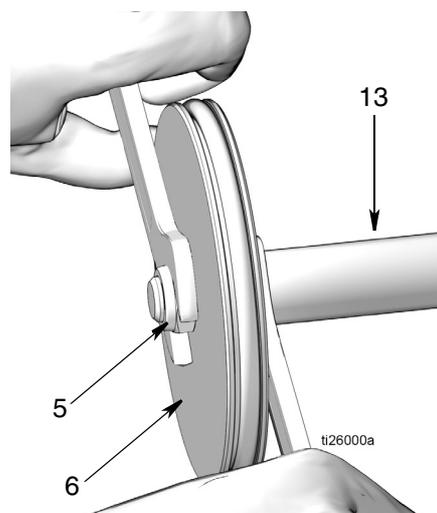

FIG. 22
16. Asta del pistone (13) e pistone (6)
- a. Estrarre l'asta del pistone (13) e il pistone (6) dal cilindro pneumatico (2) (FIG. 22).
- b. Per separare l'asta del pistone (13) e il pistone (6) utilizzare due chiavi e agire in direzioni opposte. Utilizzare una chiave aperta sulle superfici piane dell'asta del pistone e la seconda chiave per allentare il dado (5) come mostrato in FIG. 22.